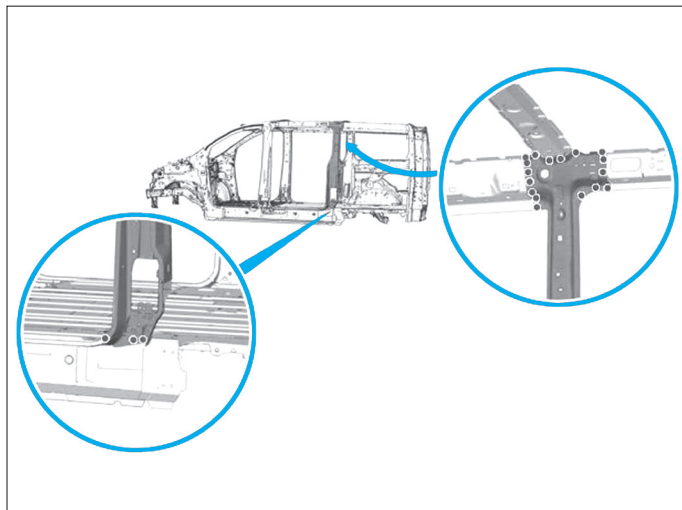

FIG. 67
- Souder par points électriques (Fig.67).